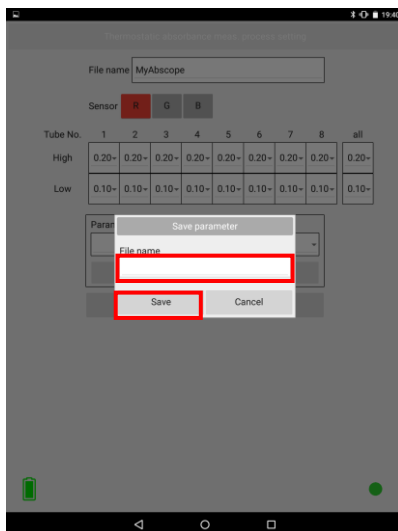

図 4-5：パラメータ保存画面
パラメータを保存したい場合は、図4-2⑥のパラメータファイル保存ボタンをタップし、図4-5の保存画面でファイル名を入力後、「Save」を選択してください。「Cancel」選択時は、ファイルは保存されません。